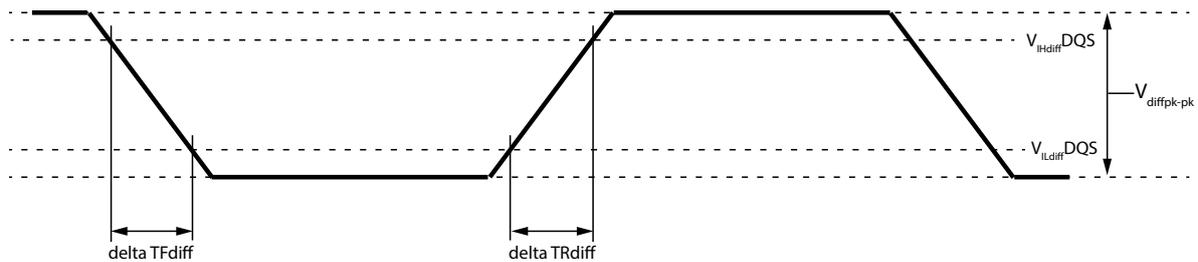

Figure 234 — Differential Input Slew Rate Definition for DQS_t, DQS_c
- $V_{diffpk-pk}$ defined in **Figure 234**